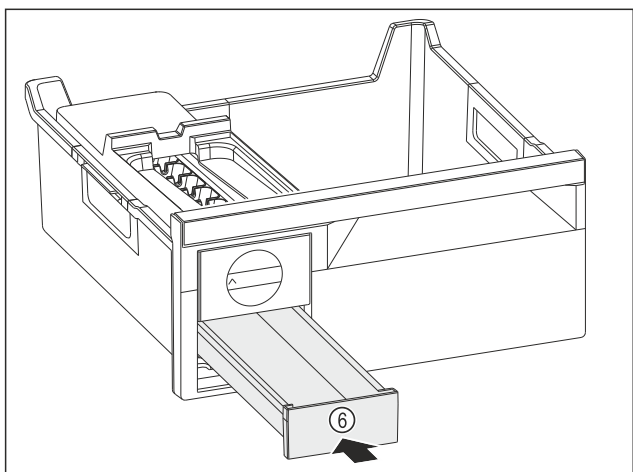

Fig. 188
- ▶ Вкарайте чекмеджето за ледени кубчета Fig. 188 (6).